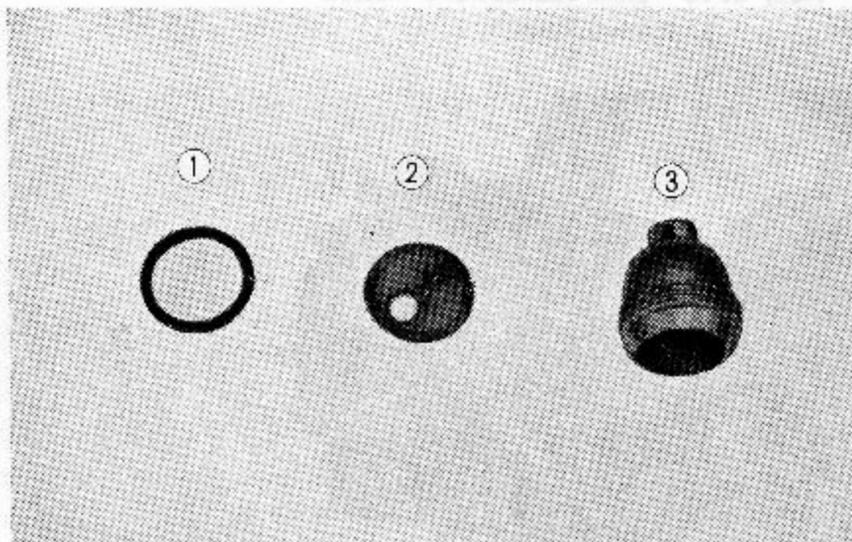

Abb. 6.14 Brennstofffilter säubern
3. Filterbecher und Sieb säubern. (Abb. 6.14)